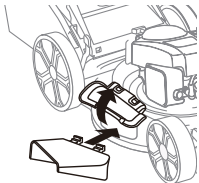
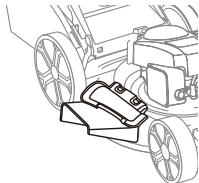

Fig.10A
Fig.10B
2. Abre la puerta de la cubierta de protección. (Fig.10A)
3. Coloca el vertedero de descarga lateral debajo de la puerta del mantillo deslizando dos ganchos bajo el pasador de la bisagra del conjunto de la puerta (Fig.10A). Así el cortacésped estará listo para la operación de descarga. (Fig.10B)